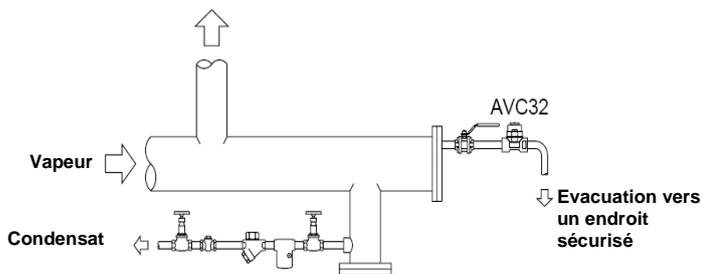

Fig. 2 Fin de ligne
4. L'AVC32 doit être installé avec la capsule dans un plan horizontal et le chapeau à la partie supérieure. Il doit être positionné en point haut d'une ligne vapeur ou sur un réservoir de collecte d'air. L'évacuation doit s'effectuer vers un endroit sécurisé (voir figures 2 et 3).